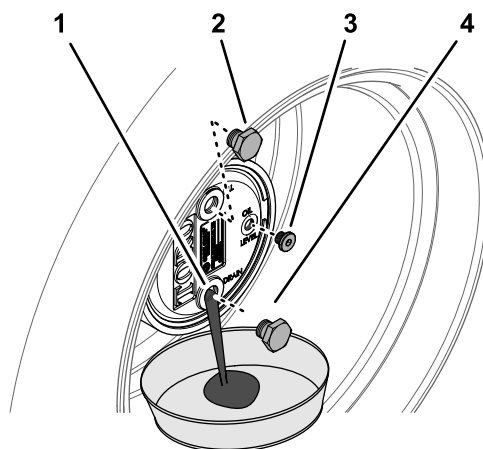

Figura 105
2. Retire el tapón de llenado en la posición de las 12 y compruebe el tapón en la posición de las 3 (Figura 105).
3. Coloque un recipiente debajo del cubo planetario, retire el tapón de vaciado en la posición de las 6 y deje que se drene el aceite (Figura 105).
5. Instale el tapón de vaciado en el orificio de vaciado del alojamiento de los engranajes planetarios (Figura 105).